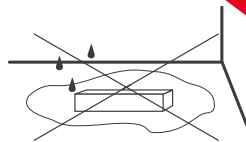

Рис. 3. Не устанавливать источник в местах скопления воды
- 4.9. Не размещайте источник в местах и нишах, где может скапливаться вода. Нахождение источника в воде (лужа, тающий снег) вызывает разрушающие электрохимические процессы (Рис. 3.).